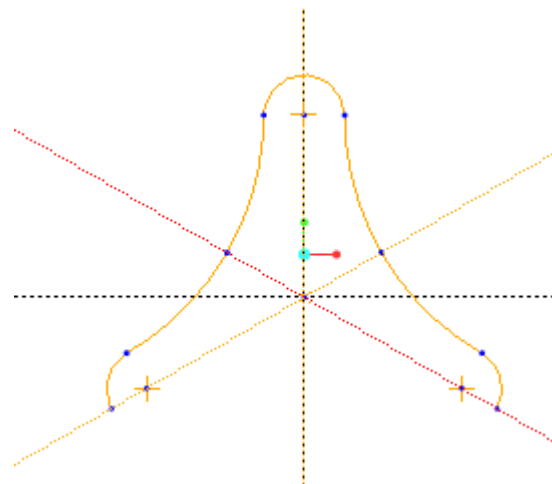

図 5-38 ハンドルのスケッチ 4
- 水平軸に 30 度の角度をなす中心線をもう一本作成する(図 5-38 図 5-38)。